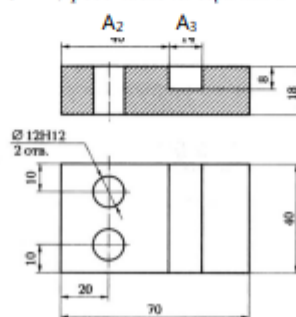

Рисунок 8.1 А1 з детали
2. изобразите эскиз детали (см. рисунок 8.1);